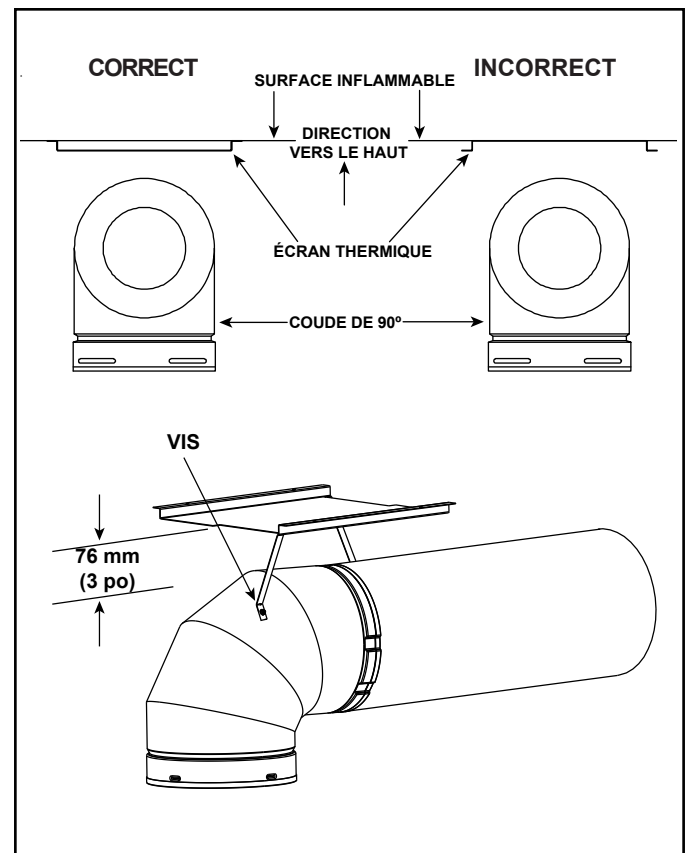

Figure 5.2 Installation de l'écran thermique coudé
2. Attachez l'écran en place en utilisant les quatre trous de guidage. L'écran doit être orienté de manière à ce que la dimension (la plus longue) soit orientée dans la même direction que le coude. L'écran devrait être centré directement au-dessus du coude et positionné en vue d'obtenir un vide d'air de 13 mm (1/2 po) entre l'écran et la surface inflammable. Consultez la figure 5.2.